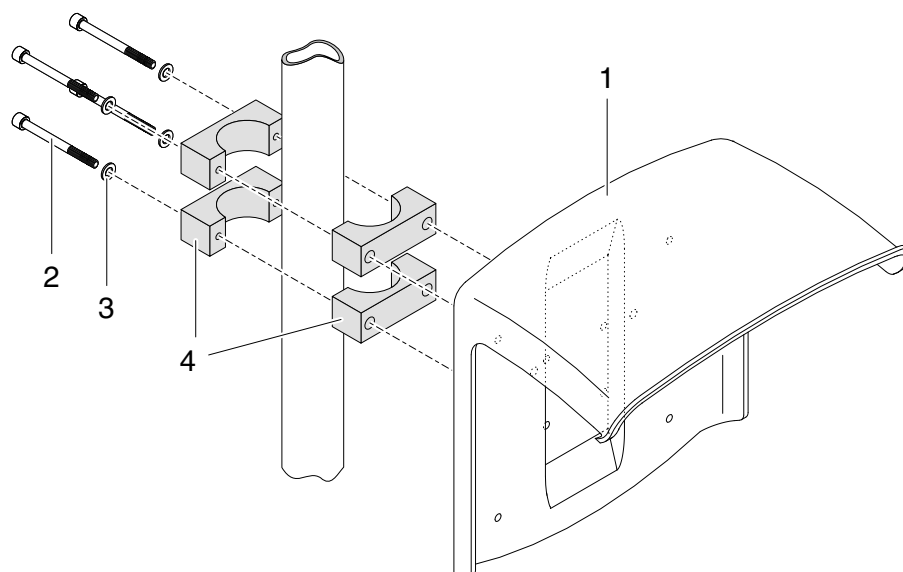

Fig. 3-5 Montagem da blindagem solar SSH/IQ num suporte de montagem
- 1 Aparafusar a blindagem solar (pos. 1 em Fig. 3-5) com os quatro parafusos de cabeça sextavada (pos. 2), as arruelas (pos. 3) e os grampos (pos. 4) à altura requerida no suporte de montagem a partir da parte de trás.